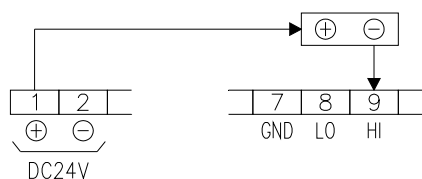

図4
2線式センサ使用時 図4
- ⚠ <注意> センサの種類により入出力の配線が異なりますので、上記（図4～6）の接続図を参照しながら配線してください。もし誤って配線しますとセンサや入出力回路が破損する恐れがあります。